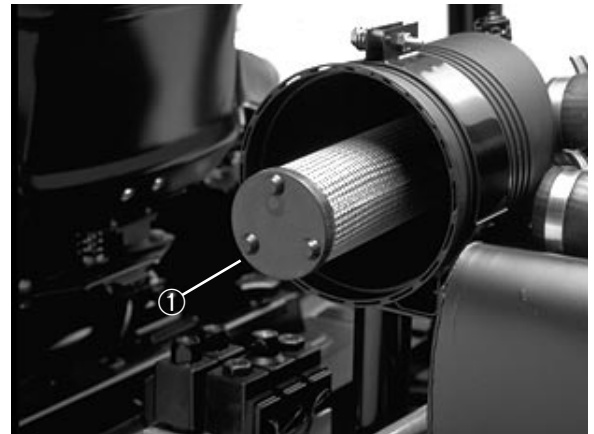

Bild 39
- B. Das hintere Gitter aushaken und entfernen (Bild 39). Das Gitter gründlich reinigen.